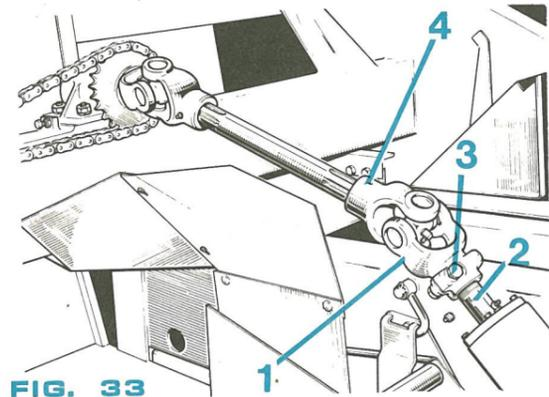
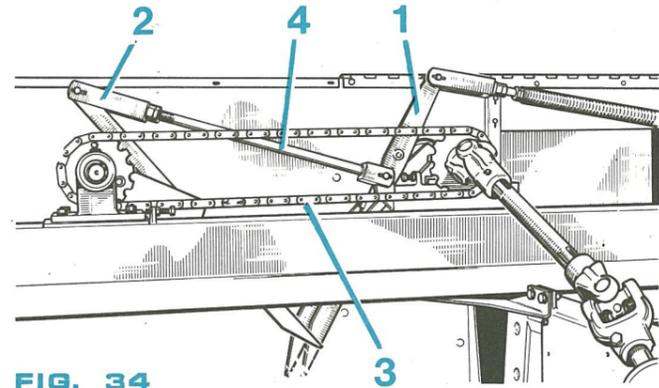

FIG. 33
FIG. 34
Si les mesures prises ne correspondent pas à celles indiquées, régler d'abord la fourche tasseuse (1 fig. 34) en décalant la mâchoire (1 fig. 33) sur son arbre cannelé (2). Pour déboîter facilement la mâchoire (1), il est conseillé, après desserrage de la vis (3), d'enlever la goupille élastique (4 fig. 33).
On peut ensuite, procéder au réglage de la fourche droite (2 fig. 34) soit en démontant la chaîne de commande (3) soit en agissant sur la longueur de la bielle de point fixe (4).